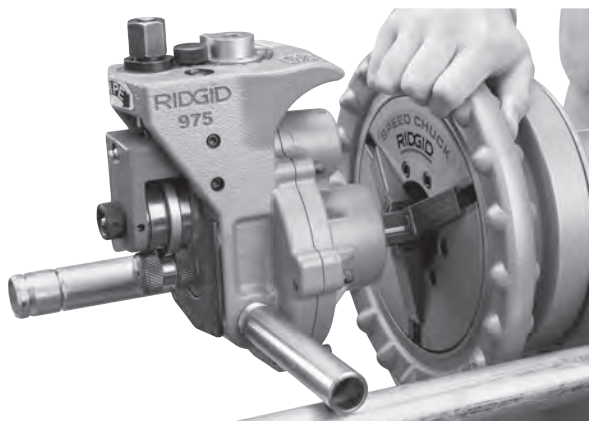

Figure 3 – Engagement de la rainureuse Combo 975 dans le mandrin d'un système d'entraînement type 300
- Positionnez les bras de soutien de la rainureuse sur les bras de soutien du système d'entraînement et engagez l'extrémité de l'arbre de transmission de la rainureuse dans son mandrin. Fermez et serrez le mandrin du système d'entraînement sur les plats de l'arbre de transmission de la rainureuse. Assurez-vous que l'arbre de transmission est bien centré dans le mandrin. Lancez le volant du mandrin en sens antihoraire à plusieurs reprises pour serrer l'arbre de transmission à fond (Figure 3).